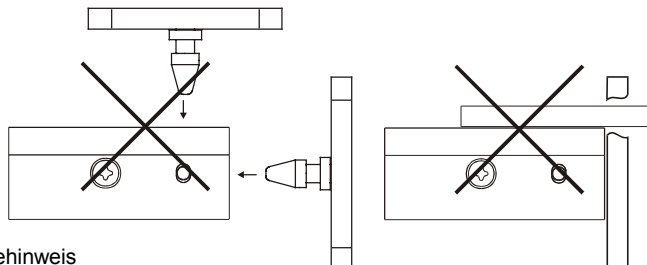

Bild 5: Montagehinweis
**! Die Rosette darf keinesfalls wie in Bild 5 um 90° gedreht montiert werden. Würde der Verriegelungsbolzen der Rosette so in das Verriegelungselement eingreifen, ließe sich die Tür oder die Schublade nicht mehr öffnen.**